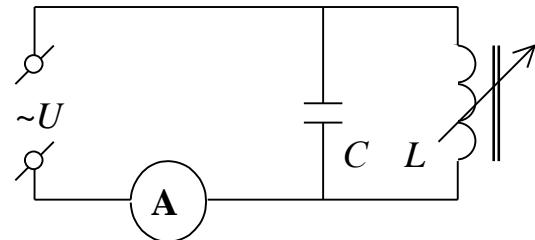

Рис.9
1. Соберите электрическую цепь по схеме рис.9. Сначала рекомендуется включить конденсатор $C_2=15 \text{ мкФ}$.